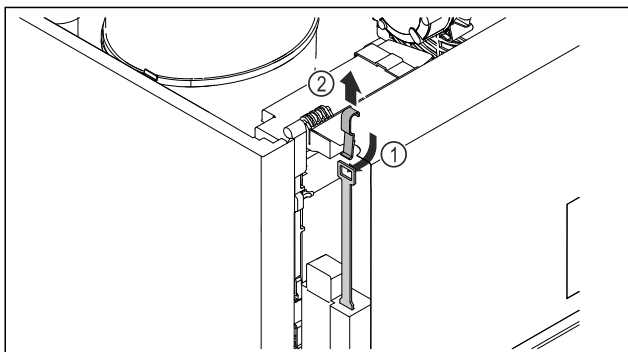

Fig. 209
- ▶ Вставьте ключ аварийной разблокировки сверху Fig. 209 (1), сцепите его с замком и потяните вверх Fig. 209 (2).